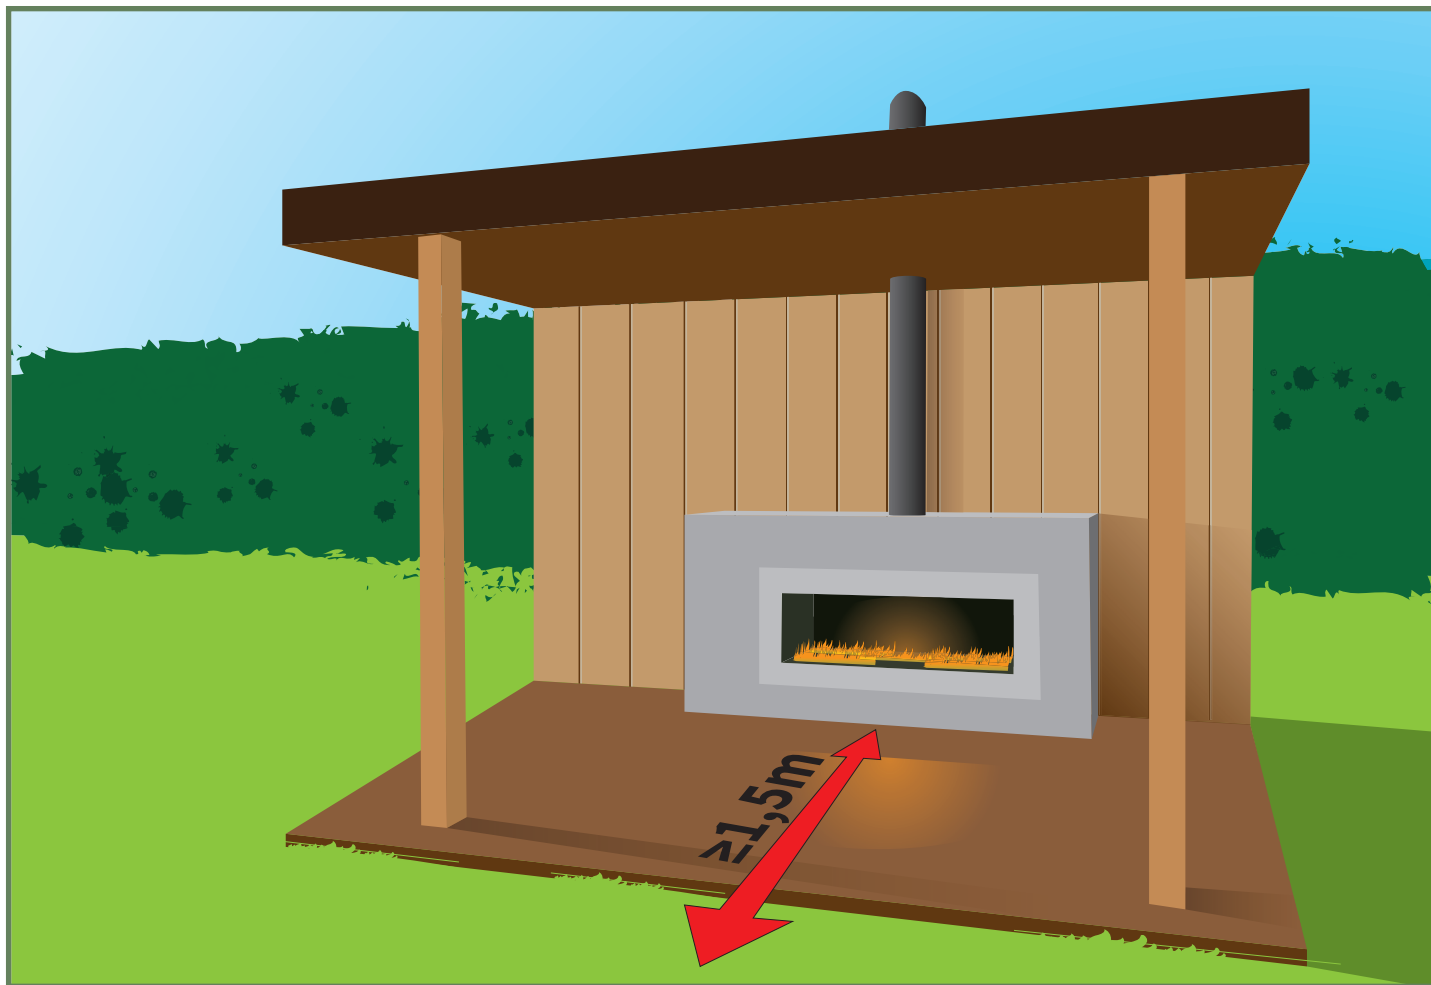

Abbildung 1 - Mindestabmessungen für Überstand bei Kaminen im Außenbereich
- Zwischen der Bedachung und etwaigen Glaselementen wie Sichtfenstern muss grundsätzlich ein Abstand von mindestens 1,5 Metern eingehalten werden. (Siehe Abbildung 1)